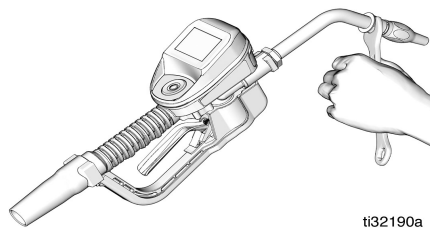

图 10
2. 用开口活动扳手夹住喷嘴套管的平边面牢固拧紧 (图 10)。
- 为了防止损坏喷嘴，仅使用扳手夹住喷嘴套管的平边面拧紧喷嘴，如图 10 所示。